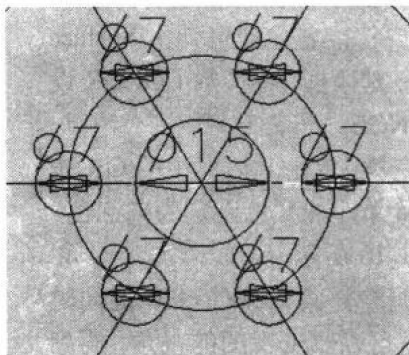

图 1-6 绘制中心圆形
10. 绘制中心圆形。利用步骤 5 的方法，以中心为圆心，再绘制一个直径为 15 的圆形，效果如图 1-6 所示。